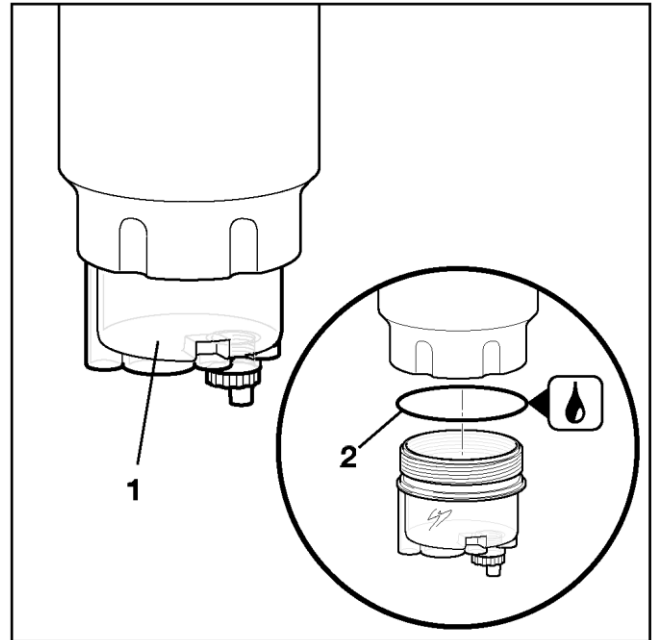

Fig. 5 Cambio del depósito de evacuación de agua
- Desatornille el depósito (Pos.1, Fig. 5) con la herramienta de montaje del embalaje del nuevo depósito.
- Lubrique ligeramente la junta (Pos.2, Fig. 5) del nuevo depósito de evacuación de agua con unas gotas de aceite.
- Si debe volver a usar el depósito de evacuación de agua, desenrósquelo (vea también capítulo 5.3) y compruebe que no tiene daños. Lubrique ligeramente la nueva junta tórica (se incluye con el nuevo filtro) con unas gotas de aceite (Pos.2, Fig. 5).